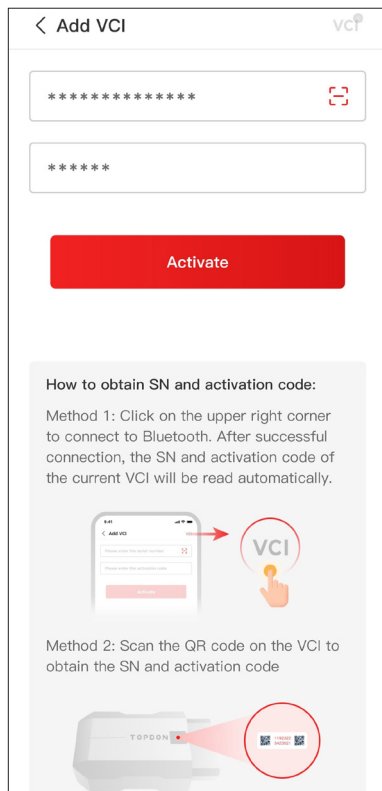

Рисунок 3-7
④ Выберите ваше устройство из списка найденных Bluetooth-устройств.
⑤ После успешного подключения к Bluetooth, серийный номер (SN) и код активации VCI будут прочитаны автоматически. Затем нажмите на **Активировать** (см. Рисунок 3-7).